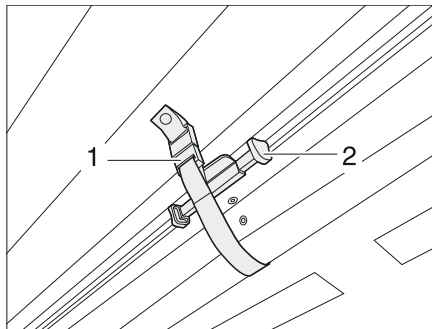

Bild 14 Säkra plisségardinen för vindrutan
- Skjut upp plisségardinen för vindrutan med hjälp av handtaget (Bild 14,2) tills den snäpper fast. Säkra med bandet (Bild 14,1). Plisségardinen är säkrad.